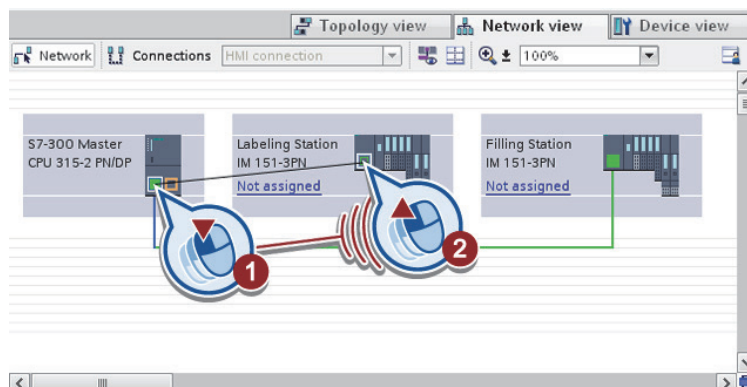

Рис. 1.24. Подключение вспомогательного устройства к PROFINET
– создаем сетевую связь вспомогательного устройства «Labeling Station» к существующему PROFINET подключению (рис. 1.24).